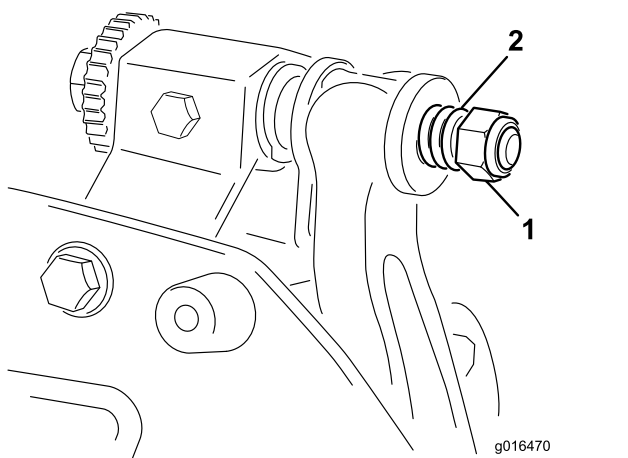

图16
6. 旋紧弹簧加压螺母直到弹簧完全压紧然后往回松开 1/2 圈图16。